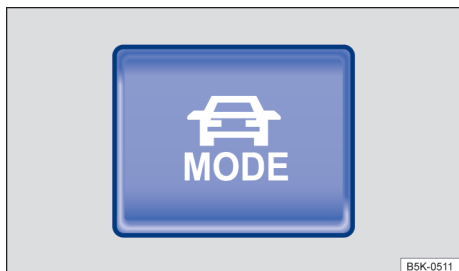

Fig. 119 Na parte inferior do console central: botão de seleção do perfil de condução.
- Pressione o botão de seleção do perfil de condução  → Fig. 119.
- **OU:** pressione de novo o botão de seleção do perfil de condução  → Fig. 119 para selecionar o seguinte perfil de condução.